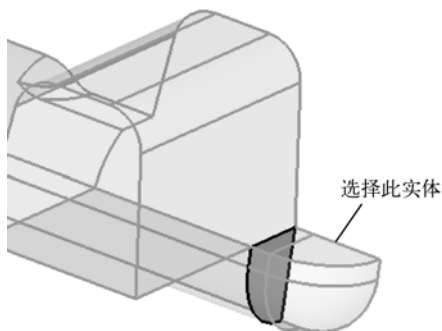
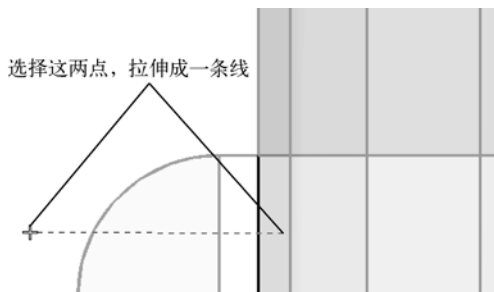

图 3-23 选择实体 1
图 3-24 定义切割线
- (1) 在 with cut line 栏下激活 solids 选择器, 选择如图 3-23 所示的较小的四面体。
- (2) 选择 drag a cut line 选项。
- (3) 在图形区选择两点, 将四面体分为大致相等的两部分, 如图 3-24 所示。